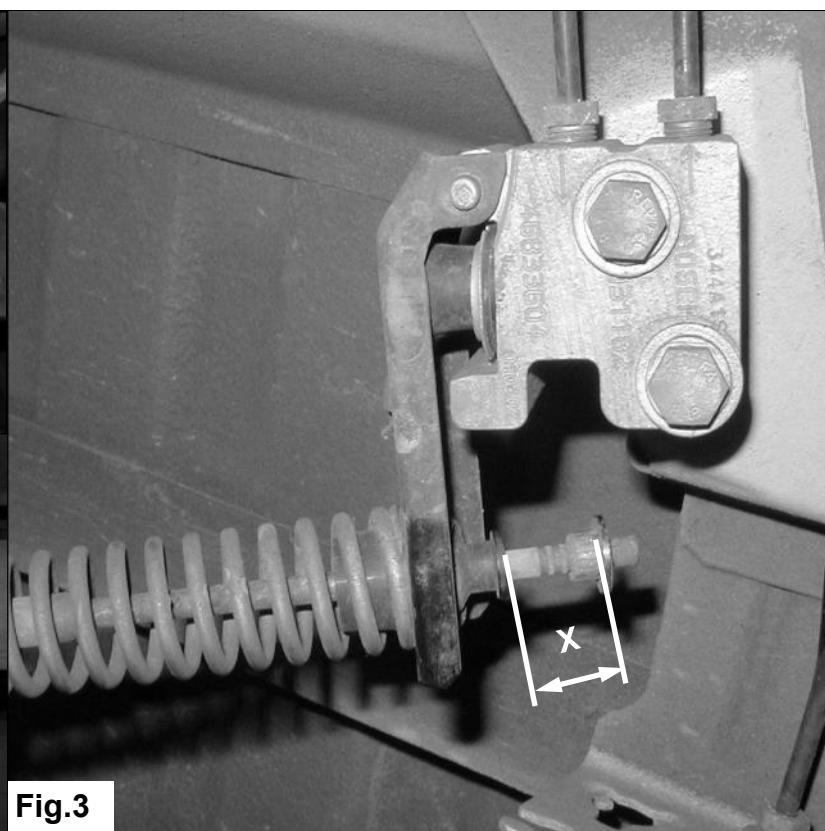

Fig.3
4. Ajoutez **deux mm** à la **valeur X** préalablement mesurée et réglez à nouveau la nouvelle **valeur X +/- 0,2 mm**. Voir fig. 3. Le réglage se fait au moyen de la pièce coulissante **2**.